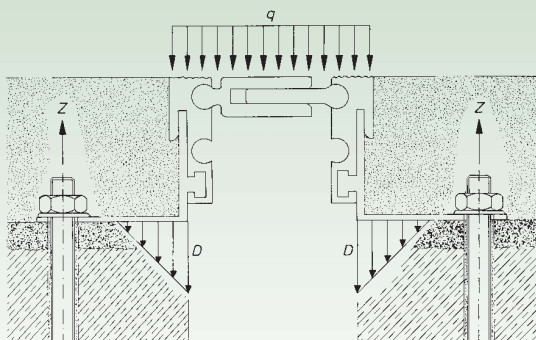

Abb. 1
Je höher ein Boden durch Reibung, Stoß, Druck u. a. [s. h. DIN 18 560] beansprucht wird, um so sorgfältiger muß die Auswahl der richtigen Fugenausbildung getroffen werden. Wie Druck- und Zugkräfte eine Konstruktion beanspruchen, wird aus der Abb. 1 ersichtlich. Die Aufnahme derartig wirkender Kräfte ist nicht immer durch Aluminiumprofile zu erfüllen.
- f) **genügender Randabstand der Profilverankerung von der Fugenkante [Dübelkennwerte beachten!] [Abb. 1]**